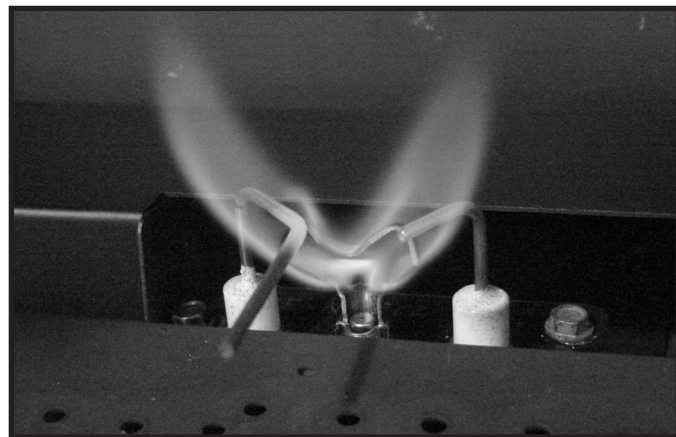

Figure 4.6 Comportement de la flamme de la veilleuse IPI
- Inspectez la qualité du comportement de la flamme de la veilleuse. Consultez la figure 4.6 pour un comportement de la flamme de la veilleuse. Nettoyez ou remplacez la tête d'injecteur à filetage mâle si nécessaire.